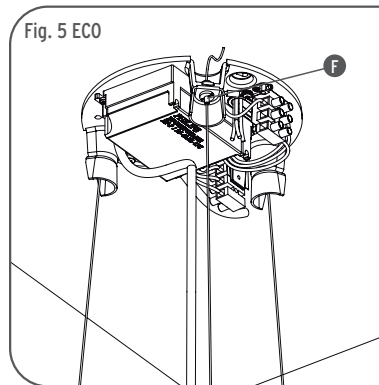

Fig. 5 ECO
<RU> Рис.5 Установить три стальных кабеля в специальные направляющие (F) потолочного крепления. Отрегулировать устройство на желаемой высоте, а затем заблокировать кабели, затягивая винты (G) ключом, предоставляемым в принадлежности. Обрезать лишнюю часть кабелей.
<IT> Fig.5 Far passare i tre cavetti d'acciaio attraverso gli appositi passacavi (F) fino al raggiungimento della lunghezza desiderata. Se necessario, lo scorrimento dei cavetti verso il basso si ottiene premendo i passacavi (F) verso l'alto; tagliare l'eventuale eccedenza dei cavi.
<GB> Fig.5 Pass the three steel cables through the cable passages (F) until the desired length has been reached. If necessary you can pull the cables down by pressing the cable passages (F) upwards; cut the eventual excess of cables.
<DE> Abb.5 Die drei Stahlritzen bis zur Erreichung der gewünschten Länge durch die vorgesehenen Kabeldurchgänge (F) führen. Falls erforderlich, können die Litzen nach unten geführt werden, indem der Kabeldurchgang (F) nach oben gedrückt wird; Kabelüberschuss eventuell abschneiden.
<FR> Fig.5 Faire passer les trois petits câbles à travers les chaumards (F) prévus à cet effet jusqu'à l'atteinte de la longueur désirée. Si le glissement des câbles est nécessaire vers le bas, il s'obtient en poussant les chaumards (F) vers le haut ; couper l'excédent éventuel des câbles.